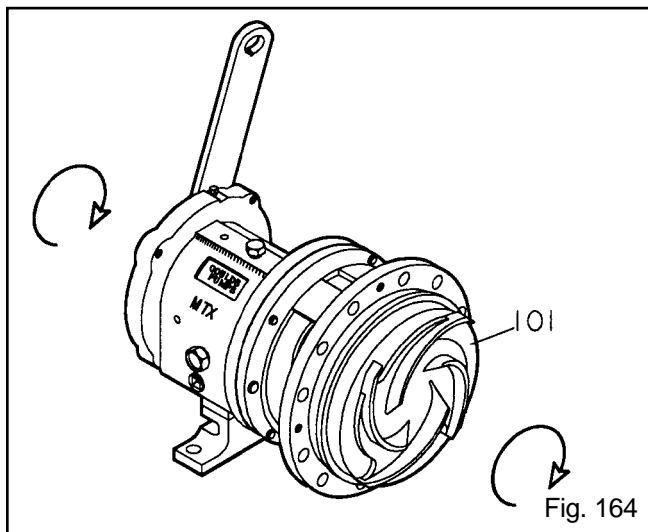

Fig. 164
14. Instale el impulsor (101) con un anillo en O (412A) nuevo. Coloque la llave para ejes y la chaveta del acoplamiento sobre el eje. Cuando el impulsor haga contacto firme con la camisa, levante la llave para ejes (en sentido contrahorario, cuando se observa desde el extremo del impulsor del eje) sobre el banco y golpéela hacia abajo (en sentido horario, cuando se observa desde el extremo del impulsor del eje). Unos cuantos golpes firmes apretarán correctamente el impulsor (Fig. 164).